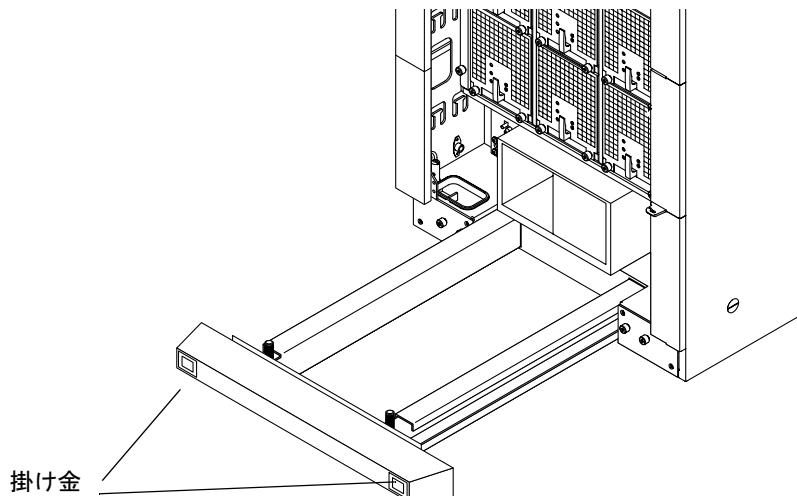

図 1-1 傾斜防止バーの拡張
1. 掛け金を外し、傾斜防止バーを伸ばします(図 1-1)。